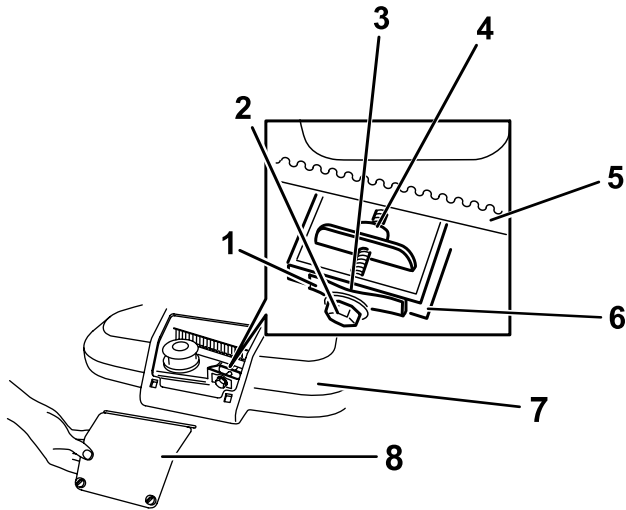

Figura 36
1. Afloje un cuarto de vuelta los 2 cierres del panel de acceso a la cubierta de la correa y retire el panel (Figura 36).
Nota: Si hay un espacio visible entre la galga y el muelle, apriete el perno de ajuste y la contratuerca hasta que el papel apenas pueda deslizarse libremente por el espacio (Figura 36).